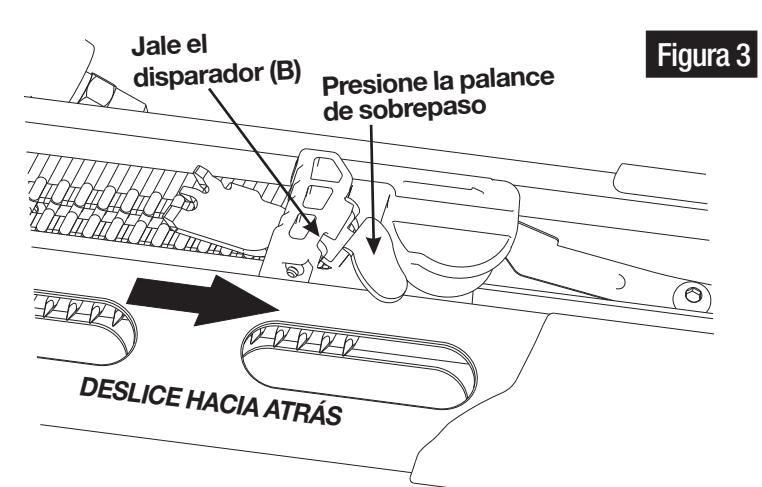

Figura 3
- Esta herramienta utiliza una palanca de sobrepaso accionada por resorte para cargar y descargar (B) los clavos. Una vez que los clavos estén insertados correctamente, tire del disparador completamente hacia la parte trasera de la reámbra, presionando contra la palanca de sobrepaso del disparador. (Vea figura 3)